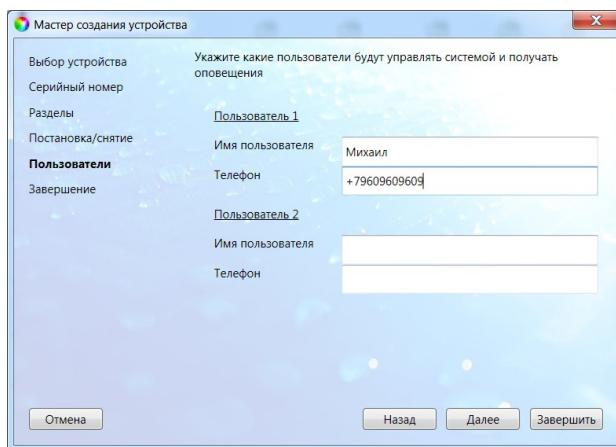

Рис. 5.13. Окно Пользователи
12. В следующем окне *Пользователи* можно указать имена и номера телефонов первых двух пользователей (рис. 5.13).